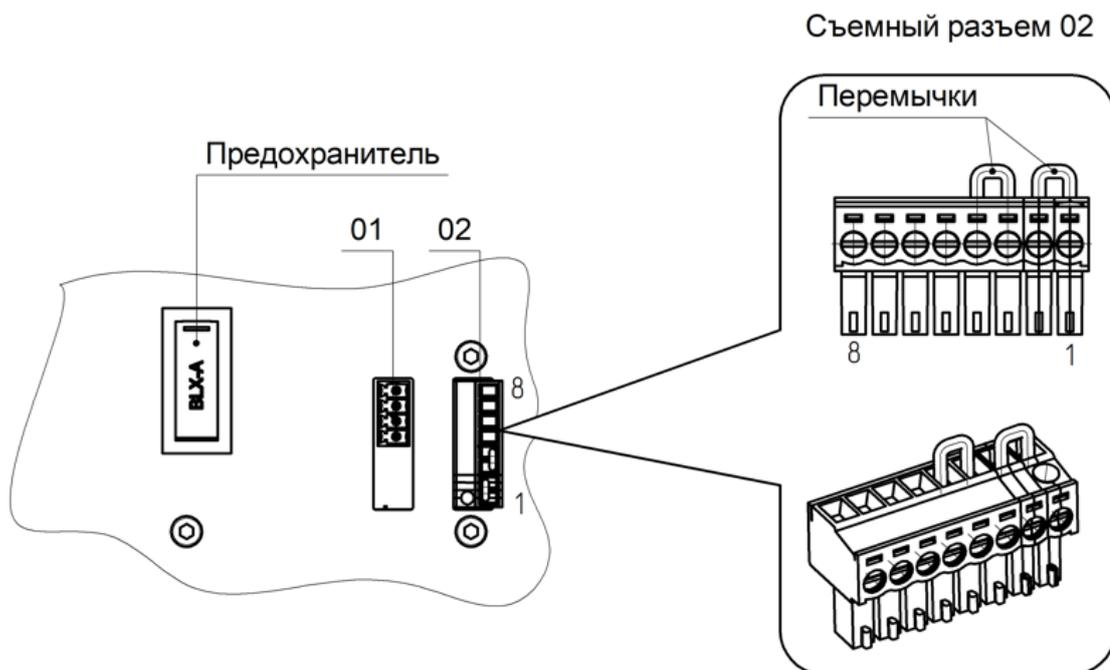

Рисунок I-31 – Установка перемычек между контактами 1–2, 3–4, 5–6, 7–8
**В н и м а н и е!** Если кнопки аварийного останова, подключаемые к шкафу управления, не используются – требуется установить четыре перемычки в разъемы подключения кнопок между контактами 1–2, 3–4, 5–6 и 7–8 (см. Рисунок I-31).